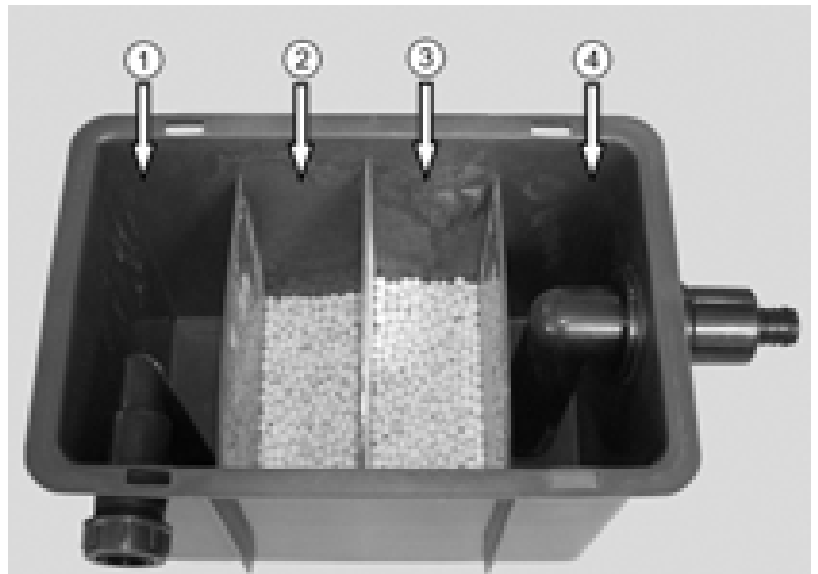

Abb. 82: Kammer ① mit Wasser sowie Kammern ② und ③ gleichmäßig mit Neutralisationsgranulat befüllen.
Eine Überprüfung der Neutralisationsbox muss ¼-jährlich vom Anlagenbetreiber oder Wartungsdienst durchgeführt werden. Ist kein Granulat zur Neutralisation des Kondensats vorhanden, muss es nachgefüllt werden (s. Abb. 82, Seite 105). Der Gesetzgeber schreibt eine Neutralisation des Kondensats aus Öl-Brennwertanlagen vor Einleitung in die Kanalisation vor.
- **Vor Einschalten des Betriebsschalters muss die Kammer ① der Neutralisationsbox mit Wasser befüllt werden.**
Den Deckel öffnen und das Neutralisationsgranulat in Kammer ② und ③ (s. Abb. 82) gleichmäßig nachfüllen. Bei regelmäßiger Nachfüllung ist das Neutralisationsergebnis umso gleichmäßiger.